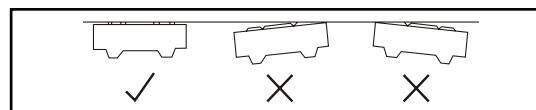

fig.1a
1. Per garantire il corretto scarico della condensa, posizionare la piastra in modo che risulti perfettamente orizzontale e circondata da spazi liberi, rispettando l'orientamento raffigurato nella fig.1a.